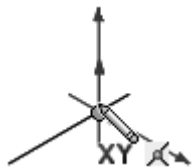

图 3-1 空间控标
3) 单击“草图”控制面板中需要绘制的草图工具，本例单击（直线）按钮，开始绘制三维空间直线，注意此时在图形区中出现了空间控标，如图 3-1 所示。